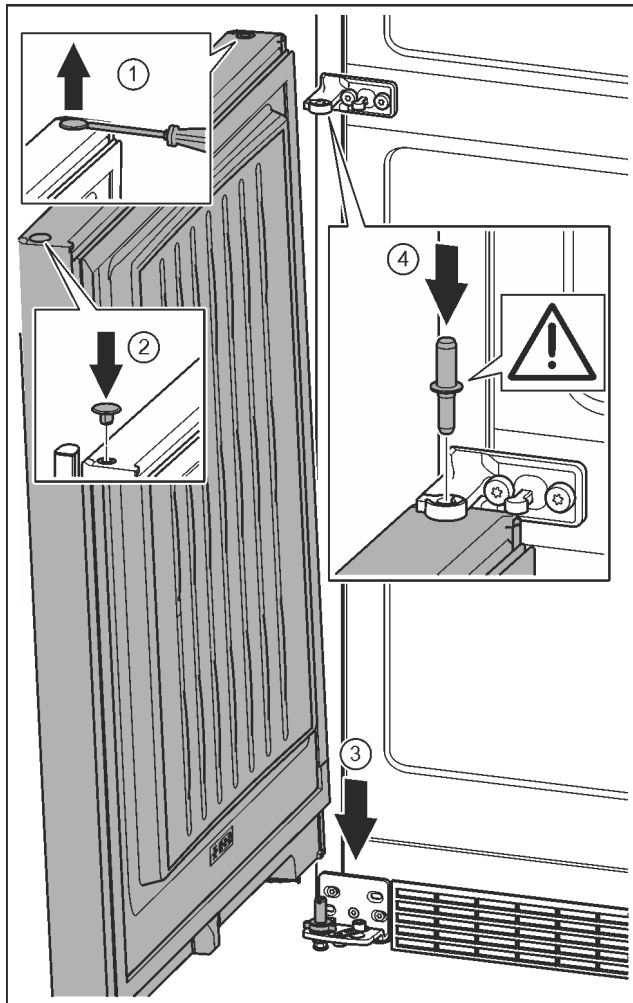

Fig. 38
- ▶ Stop voorzichtig met een sleufschroevendraaier optillen en eruit trekken. Fig. 38 (1)
- ▶ Stop op de andere deurzijde weer aanbrengen. Fig. 38 (2)
- ▶ Deur van boven op de onderste lagerbout plaatsen. Fig. 38 (3)
- ▶ Het midden van de lagerbout door het midden van de lagerbus in de onderste deur aanbrengen. Let op dat de vergrendelnok naar achter wijst. Fig. 38 (4)